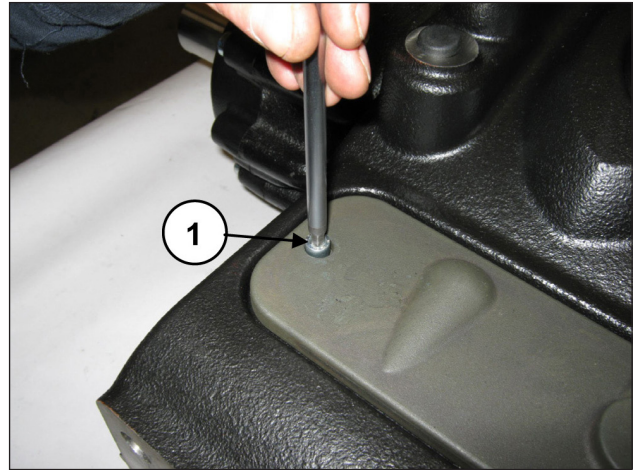

Fig. 167
Quitar la tapa de inspección superior aflojando los 2 tornillos de fijación (pos. ①, Fig. 167).